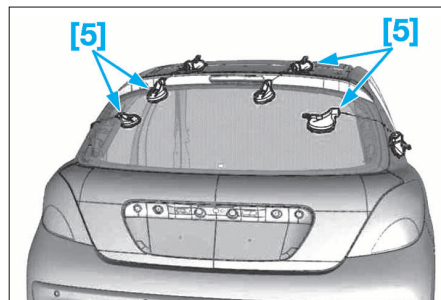

FIG. 129
- A l'aide d'un outillage de maintien (5) où équivalent, apposer le pare-brise et le positionner grâce aux bandes adhésives témoins (1) (Fig.129).